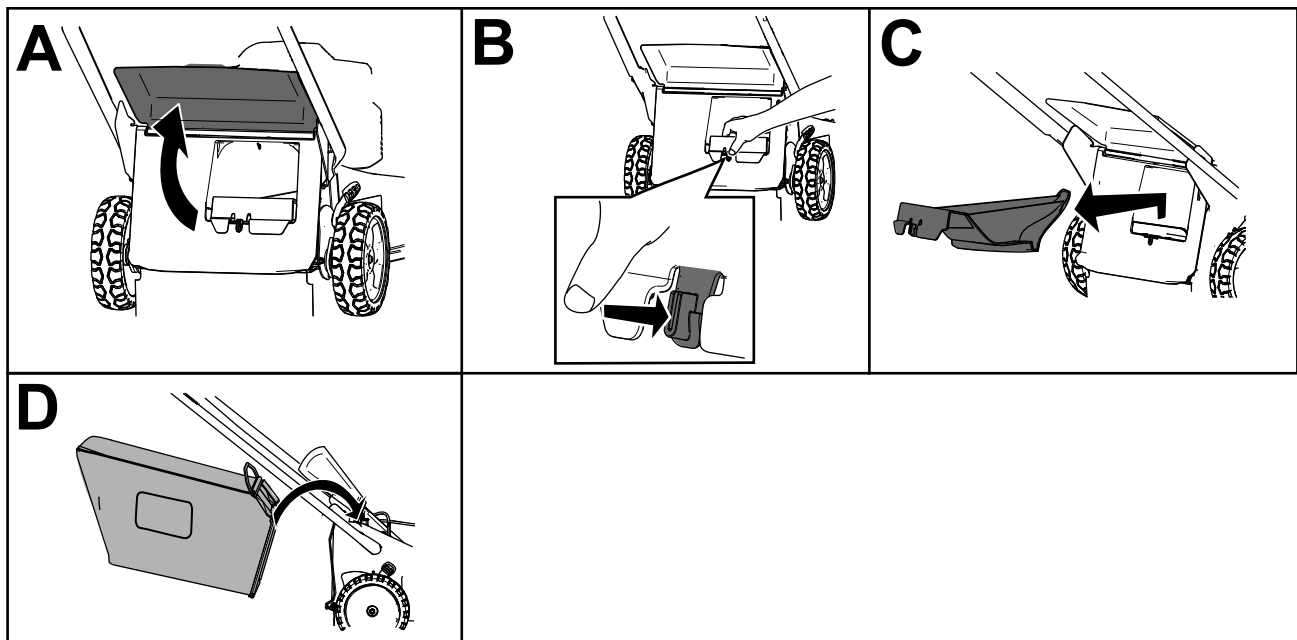

Figura 20
Nota: Para desbloquear el tapón trasero, gire la palanca del tapón a la derecha (Figura 20).
3. Levante y sujete el deflector trasero (Figura 20, A).
4. Retire el tapón de descarga trasera presionando el enganche hacia dentro con el dedo pulgar y extrayendo el tapón de la máquina (Figura 20, B y C).
5. Inserte los extremos de la varilla de la bolsa en las muescas de la base del manillar, y mueva la bolsa hacia adelante y hacia atrás para verificar que los extremos de la varilla están asentados en el fondo de cada muesca (Figura 20, D).
3. Retire la varilla de la bolsa de recogida de las muescas de la base del manillar (Figura 20, A).
4. Instale el tapón de descarga (Figura 20, B).
5. Baje el deflector trasero (Figura 20, C).